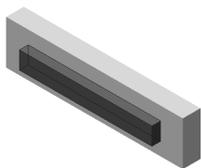
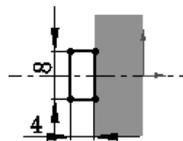

图 4.3.12 凸台-拉伸 2
图 4.3.13 横断面草图
(4) 单击 按钮，完成凸台-拉伸 1 的创建。
Step3. 创建图 4.3.12 所示的零件特征——凸台-拉伸 2。
(1) 选择命令。选择下拉菜单 **插入(I)** → **凸台/基体(B)** → **拉伸(E)...** 命令，或单击“特征”工具栏中的 按钮。
(2) 定义特征的横断面草图。
- ① 定义草图基准面。选取右视基准面作为草图基准面。
- ② 定义横断面草图。在草绘环境中绘制图 4.3.13 所示的横断面草图。